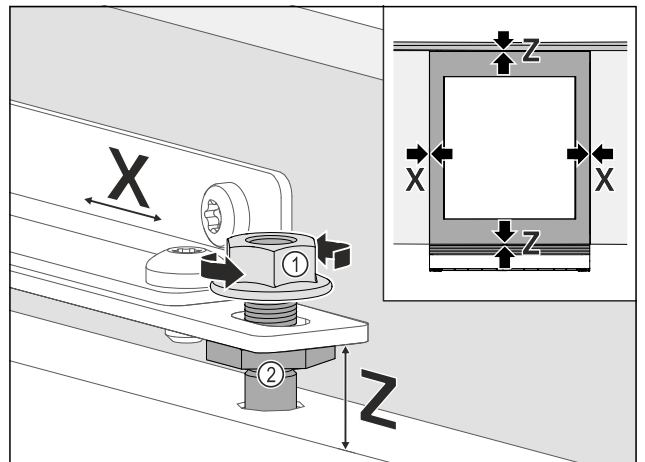

Fig. 77
- Sideveis justering av møbeldøren: Løsne kontramutteren Fig. 77 (1), flytt møbeldøren i X retning.
- Trekk til kontramutterne Fig. 77 (1).
- Justere møbeldøren i høyden Z og i sideveis helling: Still inn justeringsbolten Fig. 77 (2).